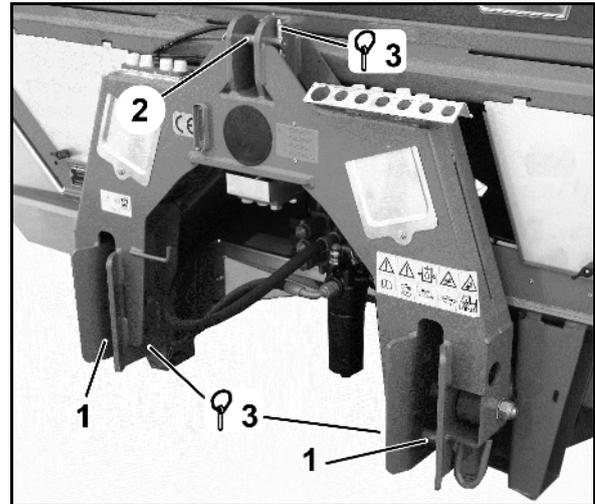

Fig. 35
6. Rodillos fijos traseros (Fig. 35)
- o montar y asegurar mediante el pasador clavija (Fig. 35/1),
Al realizar el montaje de los rodillos fijos, asegurarse de que el perno (Fig. 35/2) pase a través del taladro del bastidor, manteniendo así los rodillos en la dirección longitudinal.